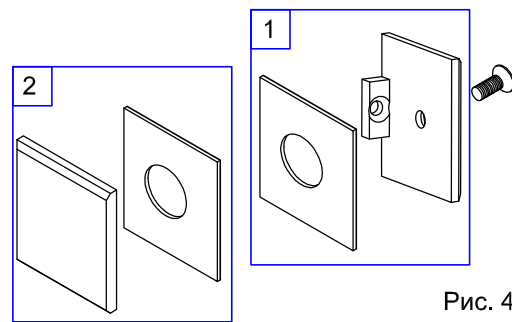

Рис. 4
2.2. С внутренней стороны стекла в вырез установить комплект 1 держателя (рис.4). отметить на стене место отверстия для крепления держателя №4 (рис.5).
2.8. Установить комплект 2 держателя (рис.4) с внешней стороны стекла и стянуть пакет 1, стекло и пакет 2 винтом.